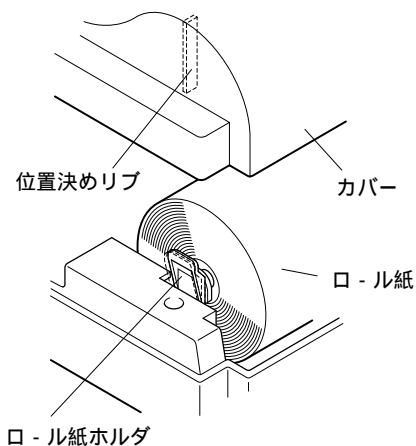

図4-14
- ⑥ 図4-14のように、ロール紙ホルダが斜めの状態でセットされると、カバー側にロール紙ホルダと位置決めリブがあるためカバーのセットができません。ロール紙の芯に左右のロール紙ホルダの軸が入っているか確認してください。
- ⑦ FEED（紙送り）スイッチを押して、10cm程度、用紙を送ってください。